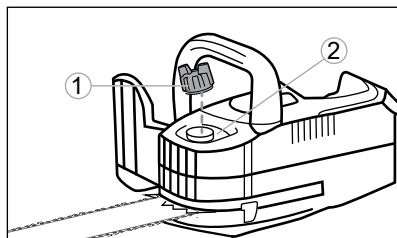

Рис. 76
- открутите крышку масляного бачка 1 (рис. 76) и при необходимости слейте остаток масла, находящегося в бачке, если срок его годности истек;